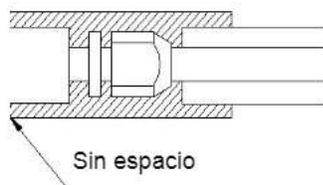

Fig. 9.15
2. La unión que conecta la unidad interior se debe envolver con material de aislamiento térmico. No debe haber espacios entre la unión de la tubería refrigerante y la pared de la unidad interior. Vea la Fig. 9.15.